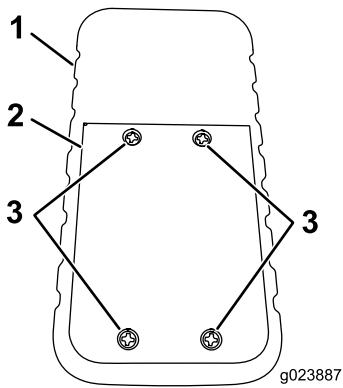

Рисунок 57
1. Ослабьте четыре винта крепления крышки отсека батарей (Рисунок 57).
1. Ослабьте четыре винта крепления крышки отсека батареи (Рисунок 57).